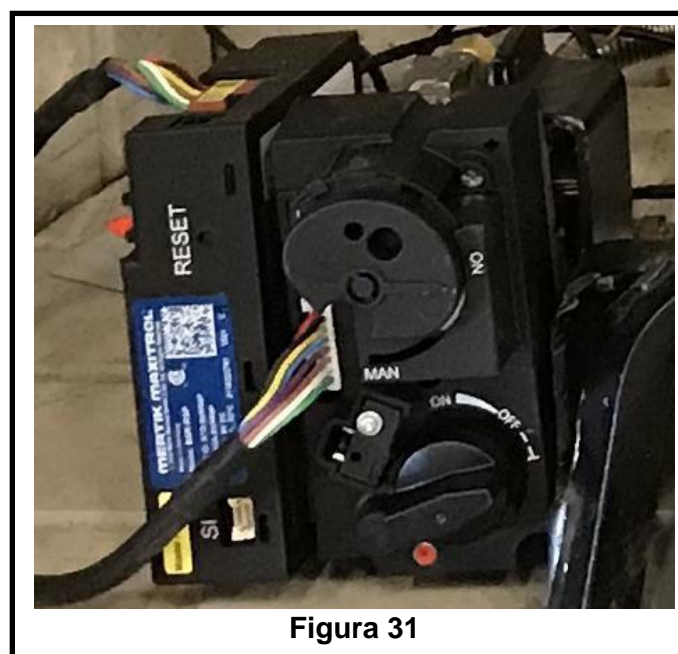

Figura 31
1. Individuare il pulsante RESET situato sulla parte superiore del lato anteriore del ricevitore all'interno del piccolo foro etichettato RESET (Figura 31). Quindi, utilizzando un piccolo cacciavite (o l'estremità di una graffetta), premere delicatamente il pulsante RESET posizionato all'interno e tenerlo premuto.